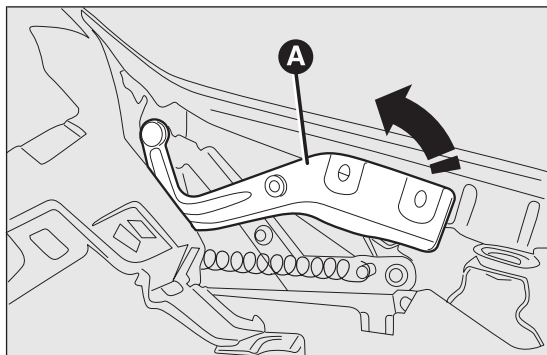

fig. 94
- sollevare verso l'alto la leva di sostegno cofano motore A fig. 94 ed accompagnarla fino ad avvertire lo scatto di avvenuto bloccaggio;